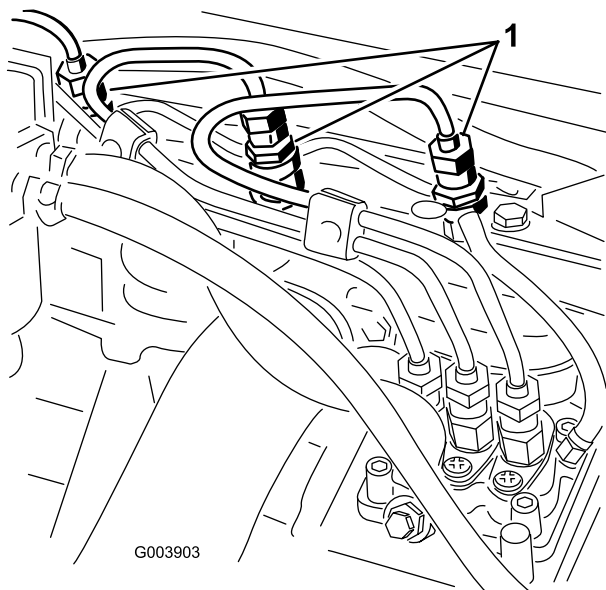

Figura 57
1. Liberte a tubagem que se encontra ligada ao injektor nº 1 e à estrutura de suporte da bomba de injeção (Figura 57).